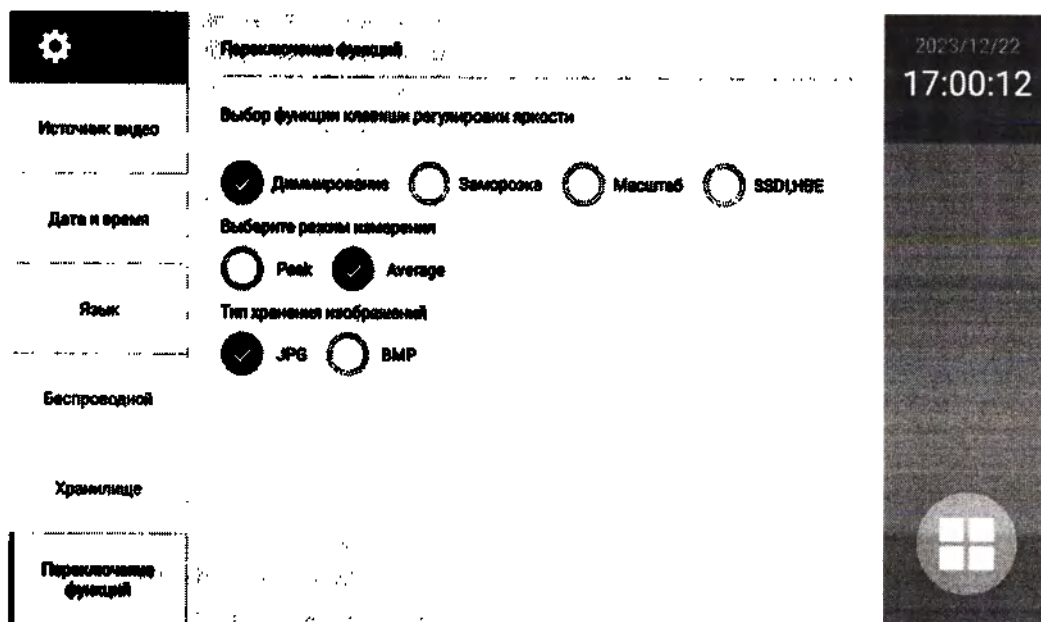

Рис. 3.12 Интерфейс проверки функции заморозки.
3.9.1 В главном меню нажмите кнопку «переключатель функций». Войдите в интерфейс настройки функционального переключателя и выберите «заморозить» ниже (как показано на рис. 3.12). Затем вернитесь к интерфейсу предварительного просмотра.